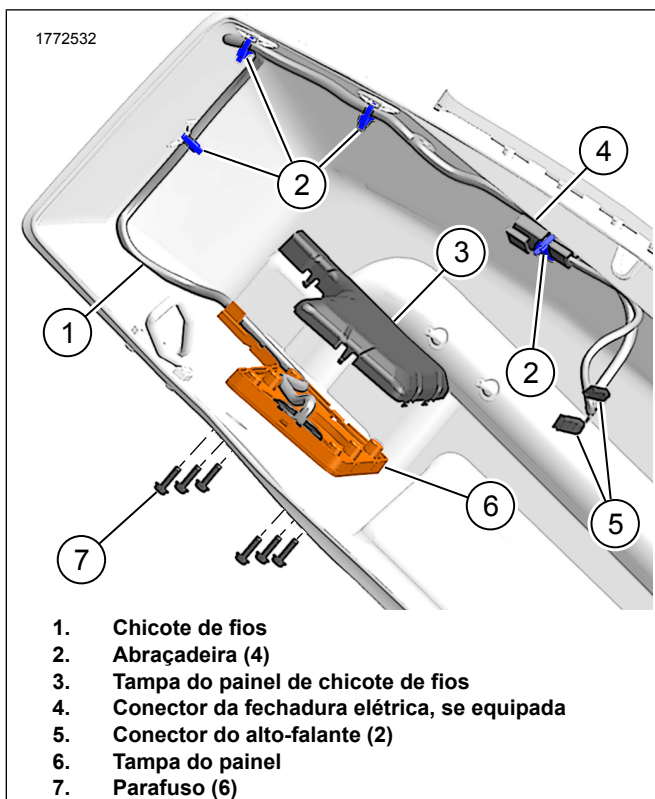

Figura 3. Chicote de fios do alforje (típico)
- a. Instale o conector do chicote de fios do alforje (2).
- b. Roteie o chicote de fios (4) conforme mostrado.
- c. Instale a tampa do painel de chicote de fios (5).
3. Figura 3 Instale o painel do chicote de fios.
- a. Instale o painel de chicote de fios (6).
- b. Instale os parafusos (7). Aperte.